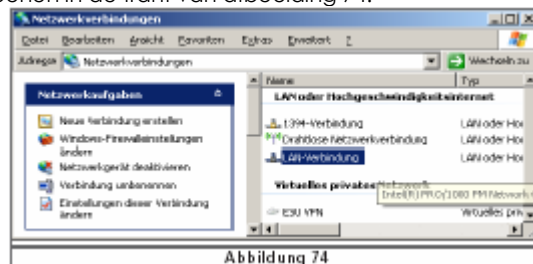

Abbildung 74
- U dient een venster te openen in de trant van afbeelding 74: